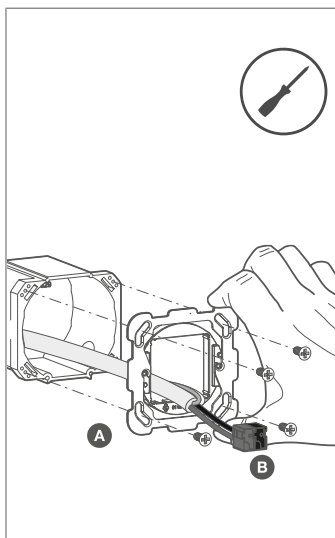

Bild 7: Tragring montieren
- Den Tragring lagerichtig auf eine Gerätedose montieren (Bild 7), Markierung „TOP“ beachten.